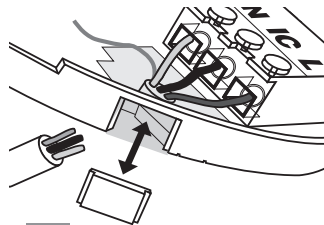

Fig.6
- (b) Le socle de fixation possède une section amovible ; enlevez-la pour y introduire une goulotte de 25 mm, comme indiqué sur la figure 6. Si vous utilisez une goulotte de 16 mm, découpez soigneusement la petite partie indiquée à l'intérieur de la section amovible, en laissant le haut intact et remplacez la section. (Si vous n'utilisez pas de câble apparent, la section amovible doit être laissée en place pour des raisons de sécurité électrique).